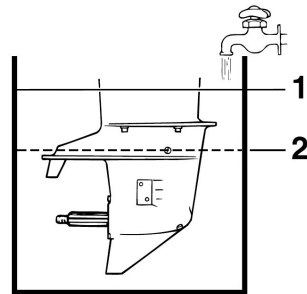

Рис. 43 Промывка системы охлаждения
3. Заполните емкость чистой пресной водой выше уровня антикавитационной пластины (Рис. 43).